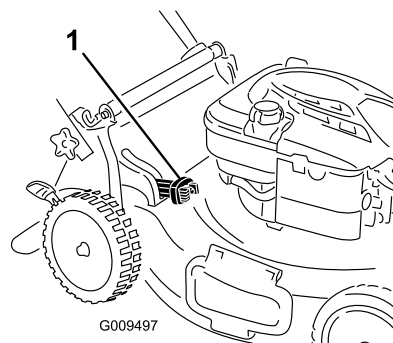

Рисунок 20
- Для сбора скошенной травы и листьев в мешок нажмите кнопку на рычаге сбора в мешок и двигайте рычаг вперед, пока кнопка на нем не вернется в исходное положение (Рисунок 20).